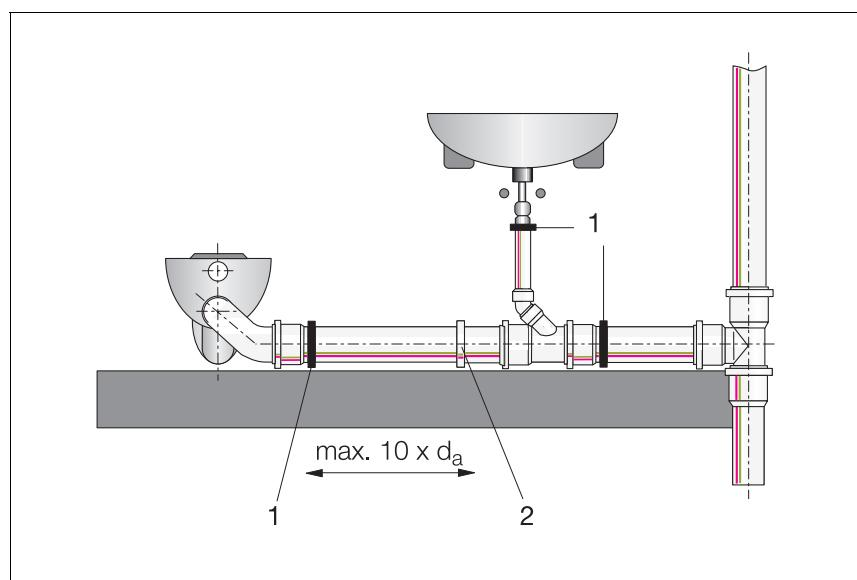

Рис. 4-6 Схема установки горизонтального трубопровода
Схема рационального крепления горизонтального звукоизолированного трубопровода с помощью RAUPIANO Plus представлена на рисунке (смотри Рис. 4-6).
- Расстояние между неподвижным хомутом и скользящими хомутами не должно превышать десятикратного внешнего диаметра трубы  $d_a$  (смотри Рис. 4-6):